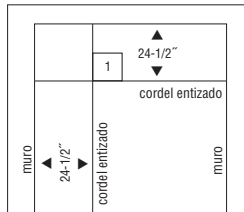

Figura 7
- LA COLOCACIÓN CORRECTA DE LA PRIMERA LOSETA DEL PISO ES LA CLAVE PARA TODA LA INSTALACIÓN. Coloque cuidadosamente una loseta de parquet de 12" x 12" (30.5 cm x 30.5 cm) en el cruce de las dos líneas de tiza (Figura 7). No use el borde de la lengüeta para alinear la loseta en las líneas de tiza.